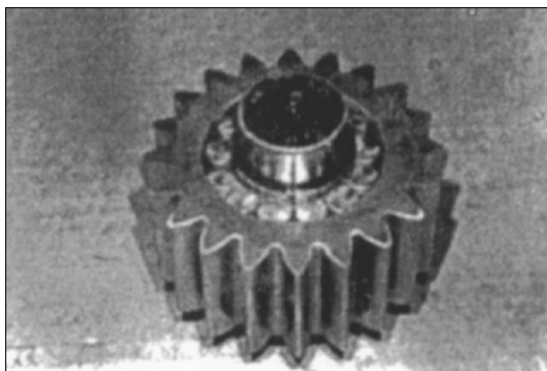

Рис. 102
11. Произведите сборку планетарной шестерни. Рис. 102.